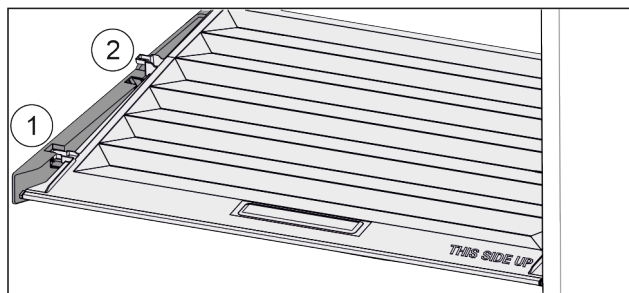

Fig. 75
- ▶ Poklopac do otvora u pridržnim dijelovima povucite prema naprijed Fig. 75 (1).
- ▶ Podignite ga odozdo sa stražnje strane i izvadite prema gore Fig. 75 (2).